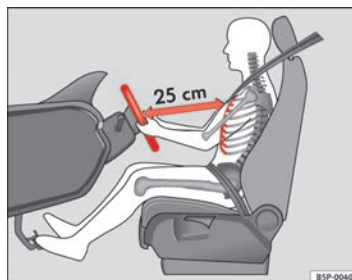

Abb. 136 Die richtige Sitzposition des Fahrers
- Stellen Sie das Lenkrad so ein, bis die gewünschte Einstellung erreicht ist ⇒ Abb. 136.
- Stellen Sie den Fahrersitz oder das Lenkrad so ein, dass der Abstand zwischen Lenkrad und Brustbein mindestens 25 cm beträgt ⇒ Seite 172, Abb. 136. Wenn Sie den Mindestabstand nicht einhalten, kann Sie das Airbag-System nicht schützen – Lebensgefahr!